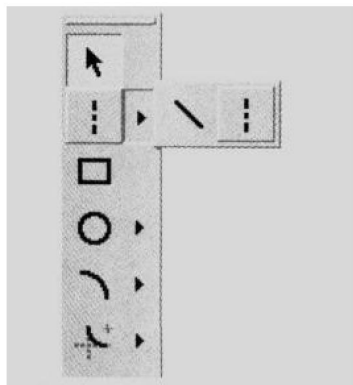
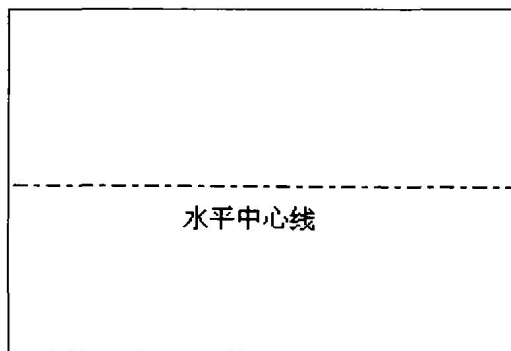
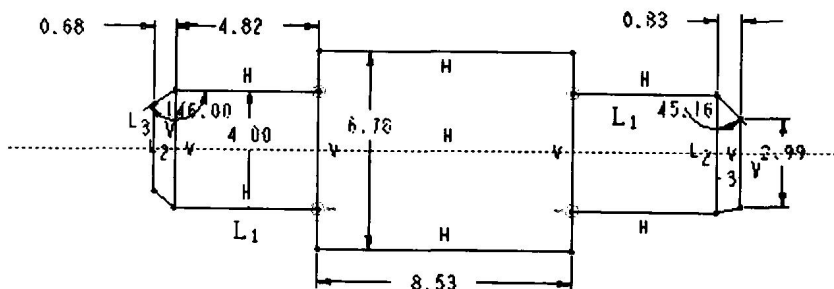

图 1.5 【虚线】命令图标
图 1.6 绘制水平中心线
图 1.7 绘制轴剖面
- (4) 利用【虚线】命令图标绘制轴的中心线。在【草绘】工具栏中单击【虚线】命令图标“”，如图 1.5 所示，在绘图区中央选择水平线上的两点，绘制一条水平中心线，如图 1.6 所示。
- ② 技巧：在 Pro/ENGINEER 2001 中，用户要注意鼠标中键的用法。在利用一个命令图标绘制完后，按鼠标中键可以取消此命令，否则系统默认继续使用该命令图标。
- (5) 利用【直线】命令图标绘制轴的圆柱轴剖面。在图 1.5 所示的【草绘】工具栏中单击【直线】命令图标“”，绘制圆柱轴的剖面，如图 1.7 所示。
- ② 技巧：图 1.7 中标有“ L_1 ”的两条线段长度相等，标有上下箭头或者左右箭头的表示两点相对于中心线对称。在绘制过程中，读者可以结合系统自动默认的对称、线段相等、对齐、水平以及垂直等约束功能，提高绘图速度。
- (6) 修改标注尺寸。草绘过程中，系统会自动标注图形尺寸，但是有些尺寸不满足设